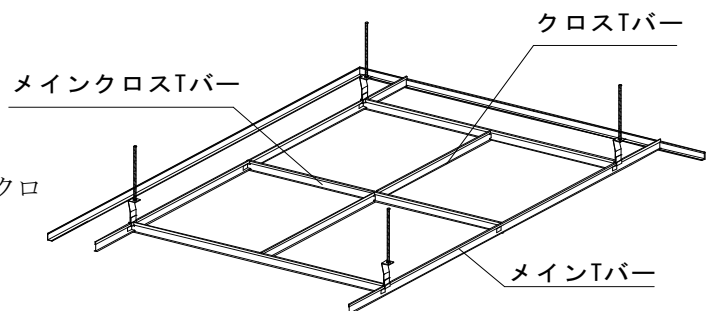

図2-14 Tバーの取付け④
- ④ クロスTバーをメインクロスTバーにクロスジョイントします。(図2-14 参照)